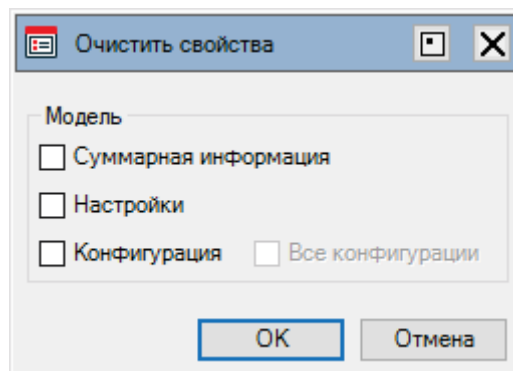
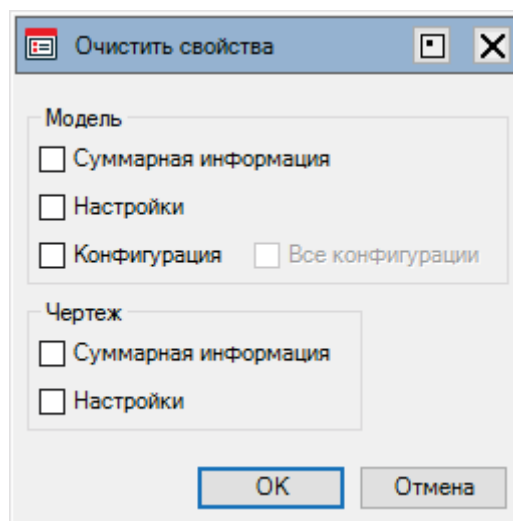

Рис. 40 – Внешний вид диалогового окна "Очистить свойства" вызванного из диалога Мргор для модели
Рис. 41 – Внешний вид диалогового окна "Очистить свойства" вызванного из диалога Мргор для чертежа
Диалоговое окно **Очистить свойства** вызывается кнопкой **Очистить свойства** в диалоговом окне Мргор и предназначено для удаления свойств, которые ранее существовали у документа модели (рис. 40) или чертежа (рис. 41).
Диалоговое окно **Очистить свойства** (рис. 40, 41) содержит:
3. Включите нужные чек-боксы (рис. 40 для модели, рис. 41 для чертежа).